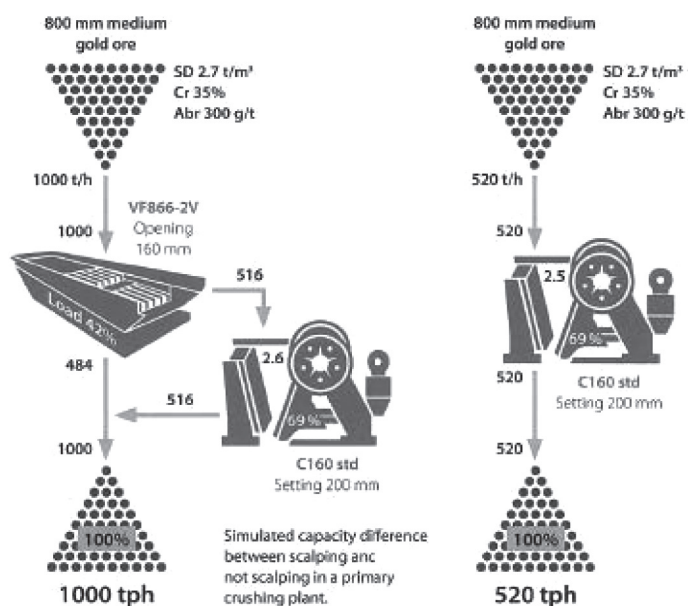

図1 能力試算。左はズリ抜き処理。右はズリ抜き処理なし。
- ・クラッシャーのセット値以下の細粒分をバイパスさせる事により、プラントの能力を上げ、エネルギー消費を抑える事ができます(図1)